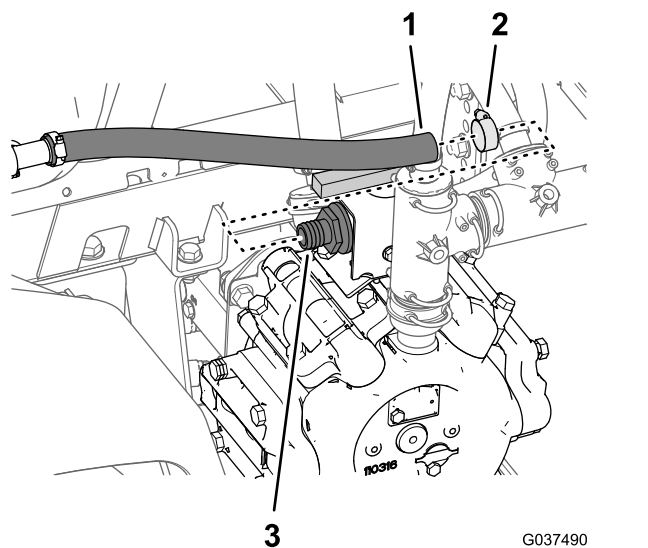

Figura 32
2. Rimuovete il flessibile di alimentazione dell'agitatore dal raccordo dentellato (Figura 32).
1. Nella pompa di irrorazione, rimuovete la fascetta stringitubo che fissa il flessibile di alimentazione dell'agitatore al raccordo dentellato della valvola a sfera (Figura 32).